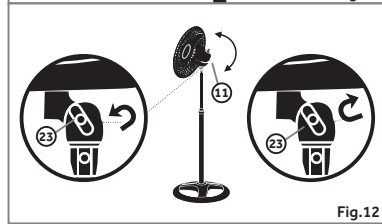

Fig.12
Afrouxe a borboleta de aperto (23) segurando o motor (11). Posicione o motor (11) no ângulo desejado, em seguida, aperte a borboleta (23). Fig.12.